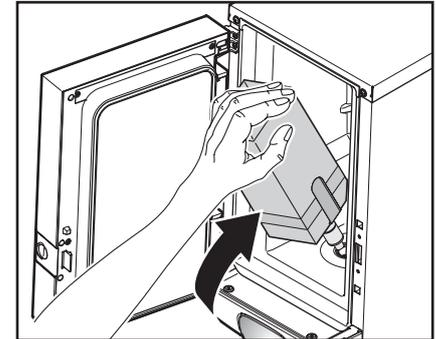

Fig. 20
7. Inserire il pacchetto del prodotto (fig. 20).